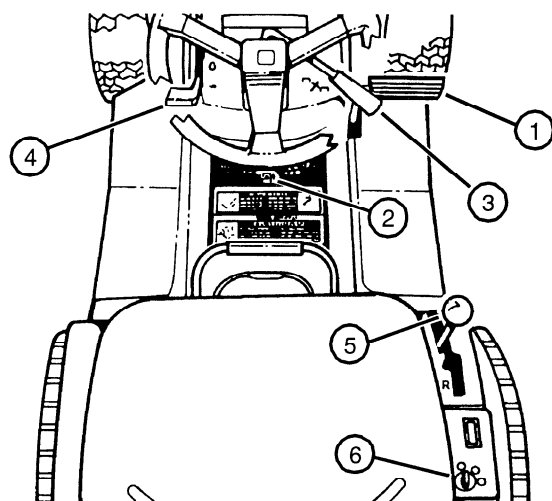

FIGURA 15
- Empuje y sostenga el pedal de freno (1) hasta el fondo. (Vea la Figura 15)
- Mueva la palanca del freno de estacionamiento (2) hacia adelante, luego hacia la izquierda a la posición de cerrado.
- Desenganche la transmisión de las cuchillas al mover la palanca de la PTO (3) completamente hacia atrás. (vea la Figura 15)
- Mueva la palanca de cambio de velocidades (5) a la posición de neutro (N).
- Coloque la llave del encendido en el interruptor de encendido (6).
- Empuje y sostenga el pedal de freno (1) completamente hacia adelante (o use el seguro del freno de estacionamiento, como se describe arriba).